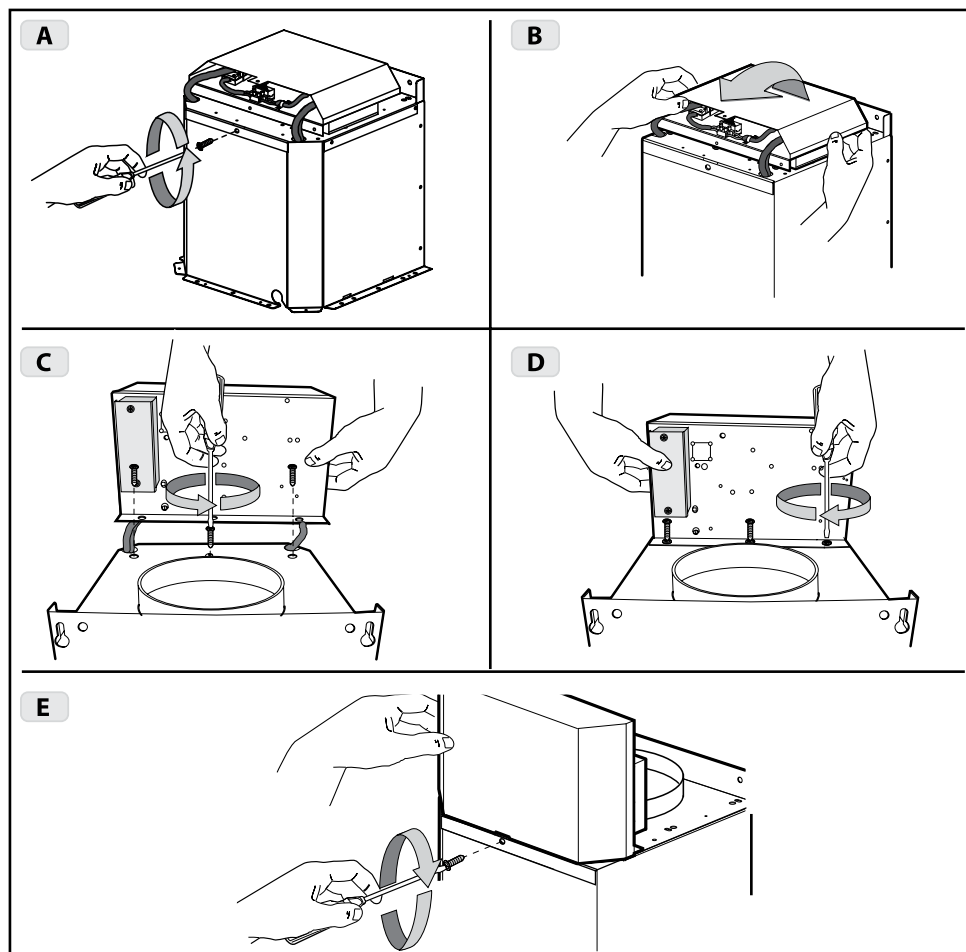

Fig.1
■ **AVERTISSEMENT - POUR DIMINUER LES RISQUES D'INCENDIE, DE CHOC ÉLECTRIQUE OU DE BLESSURES, VEUILLEZ SUIVRE LES INSTRUCTIONS SUIVANTES : Avant d'effectuer les connexions électriques à la source d'alimentation, assurez-vous que la boîte électrique est bien fixée comme illustré à la figure 1.**
Avant d'installer la hotte, fixez la boîte électrique comme illustré à la figure 1.